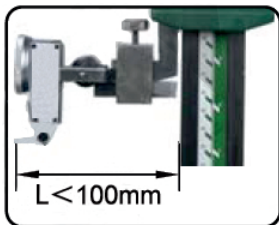

Abb. 2
- » Stellen Sie sicher, dass der Abstand L zwischen Kontaktpunkt und Basis innerhalb von 100 mm liegt (siehe Abb. 2).